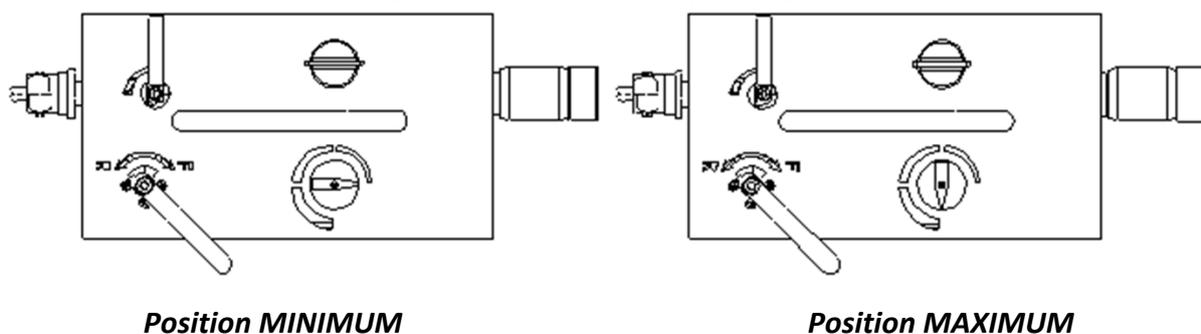

Fig. 9.1.1
- Démarrer la machine pendant 20 secondes à lubrification maximale (bouton du dispositif de lubrification à MAX - Fig. 9.1.1)
- Démarrer la machine pendant 30 secondes à lubrification minimale (bouton du dispositif de lubrification à MIN - Fig. 9.1.1)